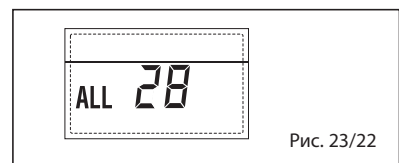

Рис. 23/22
– **НЕИСПРАВНОСТЬ ДАТЧИКА ПОДАЧИ ПЕРВОЙ СМЕШАННОЙ ЗОНЫ «ALL 21» (рис. 23/15)**